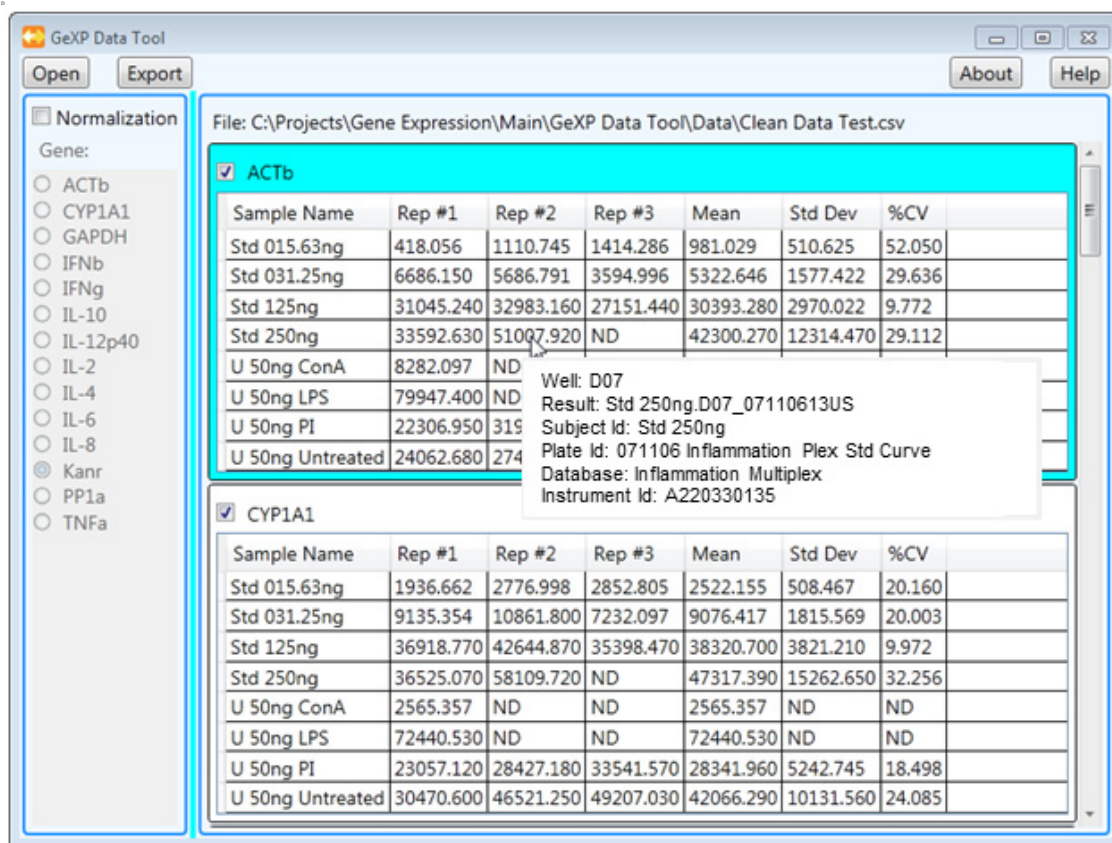

图 7.24 打开的输入数据文件
- 当鼠标光标悬停在数据（请参见图 7.24）上时，系统将会弹出提供以下信息的窗口：